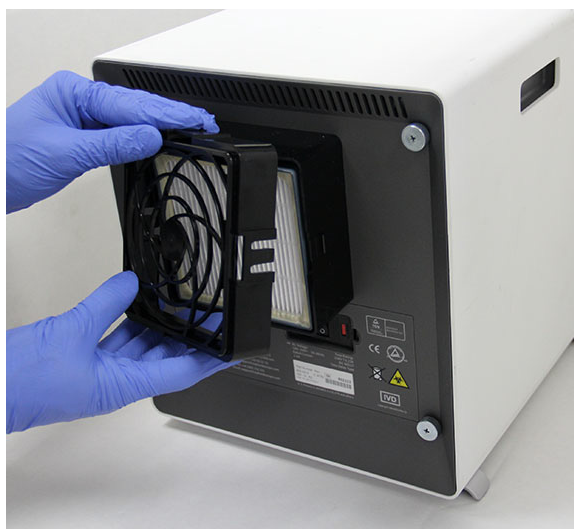

Figura 9-27. Rimozione della griglia di sostegno del filtro HE
6. Rimuovere la griglia di sostegno del filtro HE sganciando le clip che si trovano sui lati, in alto e in basso. La griglia di sostegno del filtro è saldamente agganciata e per rimuoverla potrebbe essere necessario esercitare uno sforzo. Vedere la Figura 9-27.